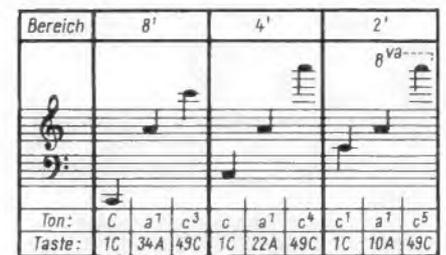

Bild 3. Tonbereiche der Philicorda
Der Tonumfang der 49 Tasten reicht in der normalen Spiellage, die hier – wie allgemein bei Orgeln üblich – mit 8' (8 Fuß) bezeichnet wird, vom großen C (C) bis zum dreigestrichenen C (c³). Diese Spiellage wird mit Oktav-Koppel 8' (SK 1) eingeschaltet. Es sind noch zwei weitere Oktav-Koppeln vorhanden: Bei Einschaltung des Oktav-Koppels 4' (SK 2) erklingen die Töne jeweils um eine Oktave höher (Tonbereich c bis c⁴) und mit Oktav-Koppel 2' (SK 3) um zwei Oktaven höher (Tonbereich c¹ bis c⁵) als beim gleichen Tastenanschlag mit 8'-Registrierung, so daß der Gesamttonbereich sechs Oktaven (C bis c⁵) umfaßt. In Bild 3 sind diese Tonbereiche in Noten dargestellt. Die Oktav-Koppeln können einzeln oder gemischt eingeschaltet werden.